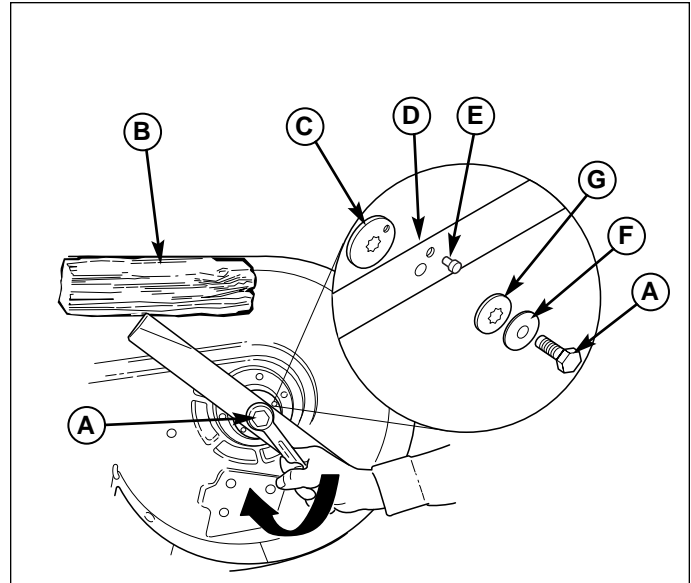
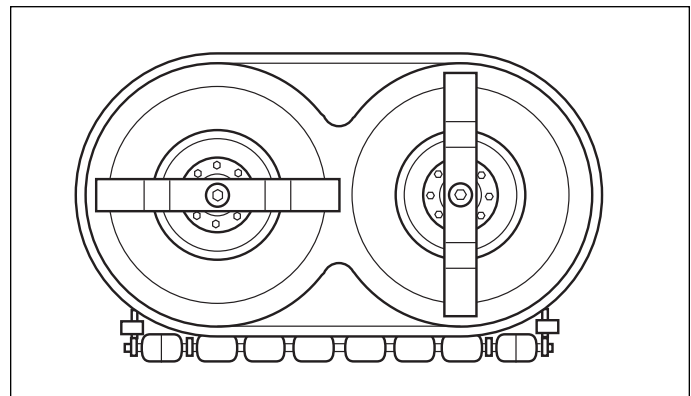

Abb. 27. Anbringen des Messers
Abb. 28. Messersynchronisation prüfen
Modelle 102 cm: Die Kopfschraube (A, Abb. 27), Federring (F), innengezahnte Sicherungsscheibe (G), Passstift (E) und Messer (D) entfernen. Den Messeradapter (C) nicht entfernen.
Modelle 102 cm: Sicherstellen, dass die Messer lotrecht zueinander ausgerichtet sind, wie in Abb. 28 gezeigt. Sollte dies nicht der Fall sein, die in diesem Abschnitt beschriebene Messersynchronisation durchführen. Die innengezahnte Sicherungsscheibe (G), den Federring (F) und die Kopfschraube (A) wieder anbringen. Messerrotation durch Holzblock (B) verhindern und Kopfschraube (A) mit 61-75 Nm anziehen.
2. Mähwerk umdrehen und Position der Messer prüfen. Die Messer müssen, wie in Abb. 28 gezeigt, lotrecht zueinander ausgerichtet sein. Sollte dies nicht der Fall, weiter mit Schritt 3.
4. Die Kopfschraube (A, Abb. 27), den Federring (F) und die innengezähnte Sicherungsscheibe (G) entfernen.
5. Passstift (E, Abb. 27) entfernen. Das Messer (D) manuell drehen, bis die Messer, wie in Abb. 28 gezeigt, lotrecht zueinander ausgerichtet sind. Eventuell ist es notwendig, den Messeradapter (C) zu entfernen und zu drehen, um das Messerloch und das Adapterloch auszurichten.
6. Den Passstift (E, Abb. 27) die innengezähnte Sicherungsscheibe (G), den Federring (F) und die Kopfschraube (A) wieder anbringen. Messerrotation durch Holzblock (B) verhindern, während die Kopfschrauben (A) mit 61-75 Nm angezogen werden.